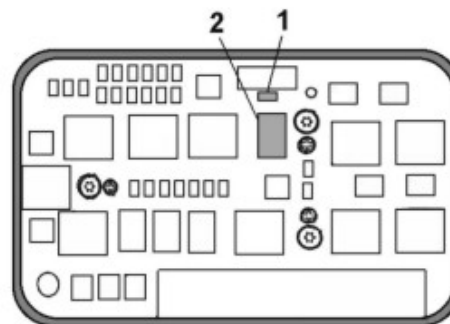

Figura 7.
Situar las guías (2) hasta su posición correcta con útil adecuado, y apretar los 3 tornillos (1). (*Figura 7*)
**Con l'ausilio di un attrezzo idoneo, spingere verso il basso i perni di posizionamento (2) fino all'arresto. Stringere la vite sinistra (1). (Figura 7)**